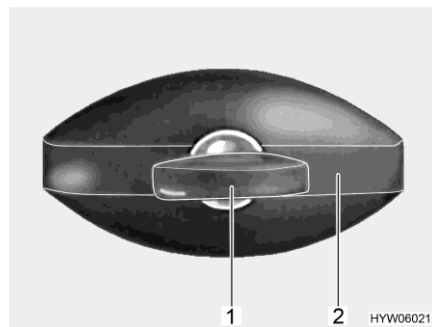

Fig. 45 Serratura dello sportello (ellittico, chiuso)
- Inserire la chiave nel cilindro della serratura (Fig. 45,1) e ruotare in senso antiorario di un quarto di giro. La maniglia della serratura (Fig. 45,2) scatta all'infuori.